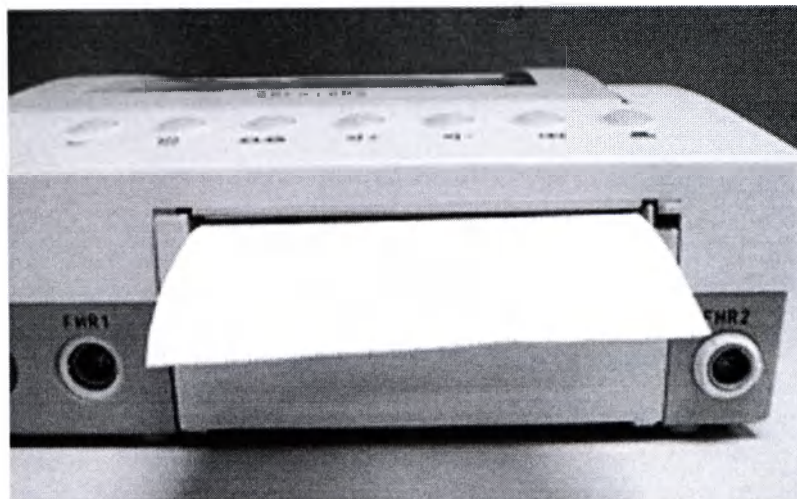

Рис. 6-5
5. Закройте крышку регистратора, как показано на Рис. 6-5.